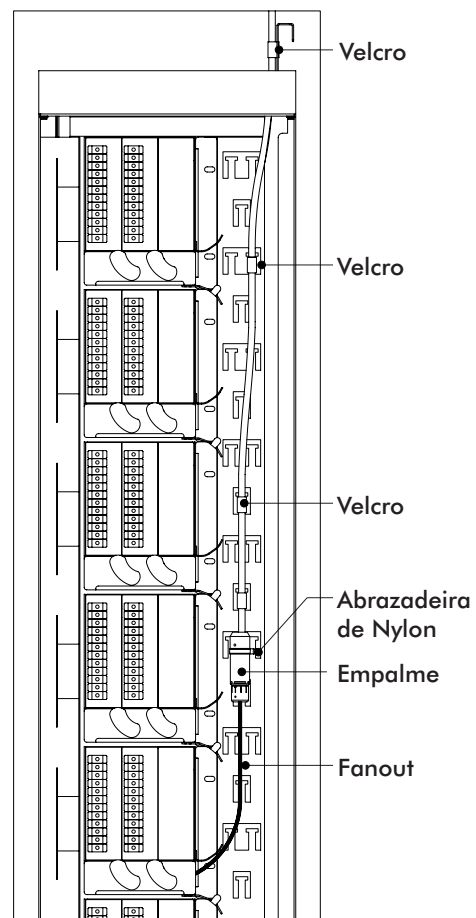

Figura 11
2. Guie los cables Trunks – Fanouts hasta cerca de los Sub-Racks por la parte posterior del paso lateral de cables del Rack FTH-300. Utilice el Velcro doble cara para la fijación durante el camino y las abrazaderas de Nylon de 150 mm en la fijación del empalme. Según mostrado en la Figura 11.